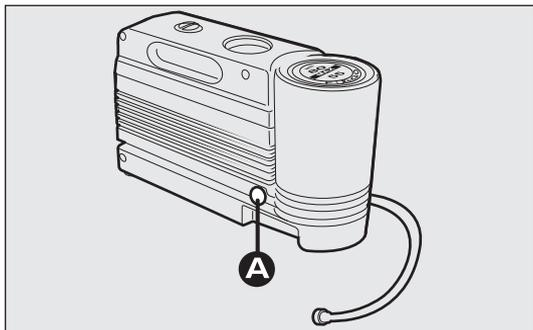

Abb. 183
- Die Taste A-Abb. 183 drücken, um die Austauschdose frei zu geben;